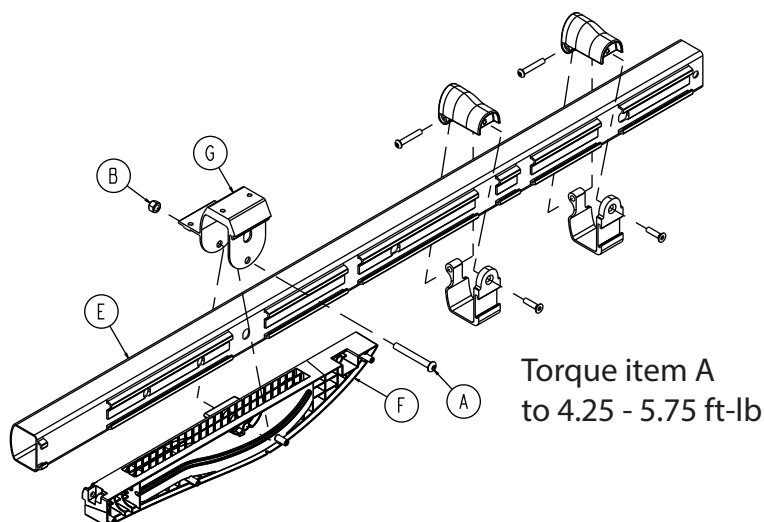

Figure 110 – Retirer le bloc coulissant
12. À l'aide d'une clé à 6 pans de 3/16 po et d'une clé mixte de 1/2 po, retirer la vis d'assemblage à tête ronde (A) et l'écrou hexagonal en Nylock (B) qui fixent le bloc coulissant (F) au rail externe (E) (Figure 110). Conserver toutes les pièces.